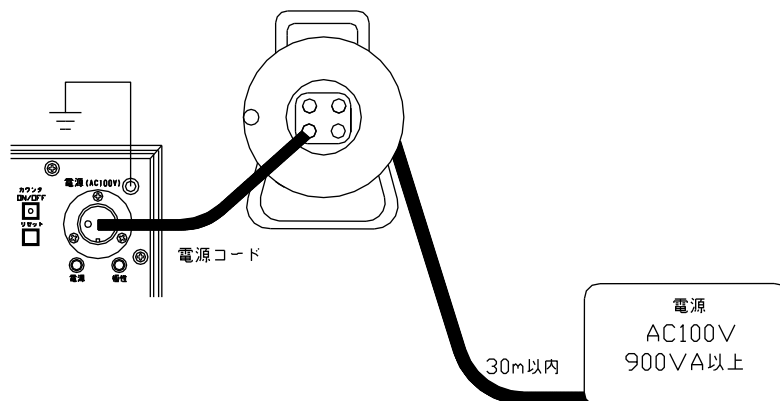

図1：電源の供給方
2. 試験装置の電源を準備します。商用電源又は、発電機（900VA以上）でコードリールは30m以内にし、ドラム内に巻き残しのないようにすべて引き出して下さい。（図1）コードリール等を多く使用すると、電源のインピーダンスが高くなるため大きな電流が出力出来ない場合があります。